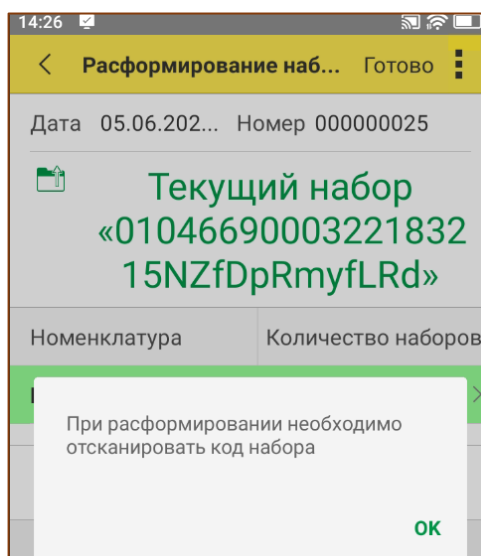

Рис. 9.14 – Ошибка при сканировании КМ
- В случае, если в документ будет отсканирован КМ состава набора либо КМ, еще не собранный в набор, появится сообщения вида (Рис. 9.14).